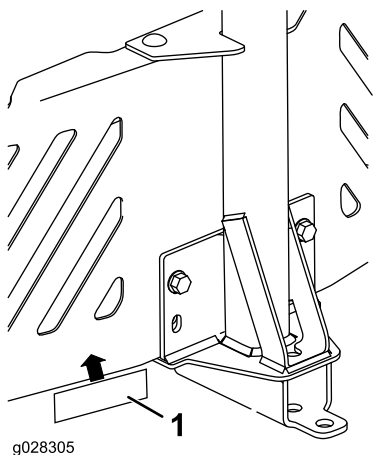

Bild 13
4. Bringen Sie den Zugstangenaufkleber 1,3 cm links von der Anbaugeräthalterung an (**Bild 13**).